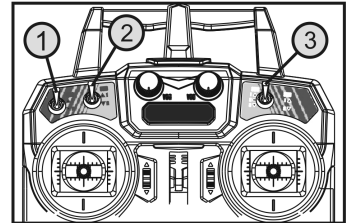

Figura 13
Prima di far volare il modello per la prima volta, verificare le posizioni dei tre interruttori a levetta „IOC“ (1), „GO-HOME“ (2) e „GPS“ (3). Gli interruttori devono trovarsi in posizione avanzata o superiore come indicato nel disegno della figura 13.